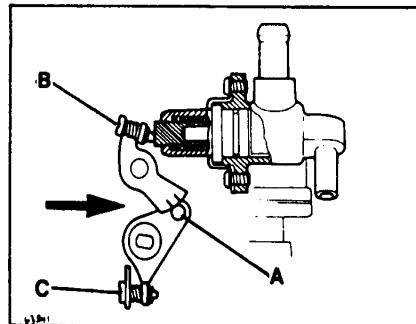

Рис. 7 Проверка регулировки оборотов прогрева
- Проверьте совпадение меток на кулачке и ролике механизма прогрева (рис. 7, A).
- Если метки не совпадают, отрегулируйте привод поворотом винта регулировки (рис. 7, B).
- Когда привод отрегулирован, проверьте величину зазора между дроссельной заслонкой и диффузором и при необходимости отрегулируйте его винтом С (рис. 7).